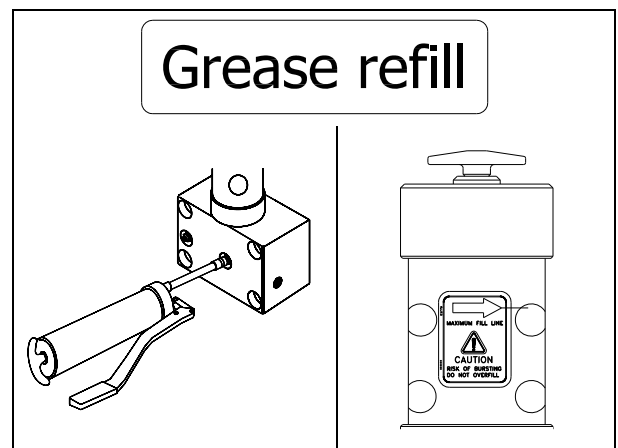

Fig. 6-2 Cartridge Refill & Max Fill Line
4. Attach grease gun (Fig. 6-2).
6. Do Not overfill (Fig. 6-2).